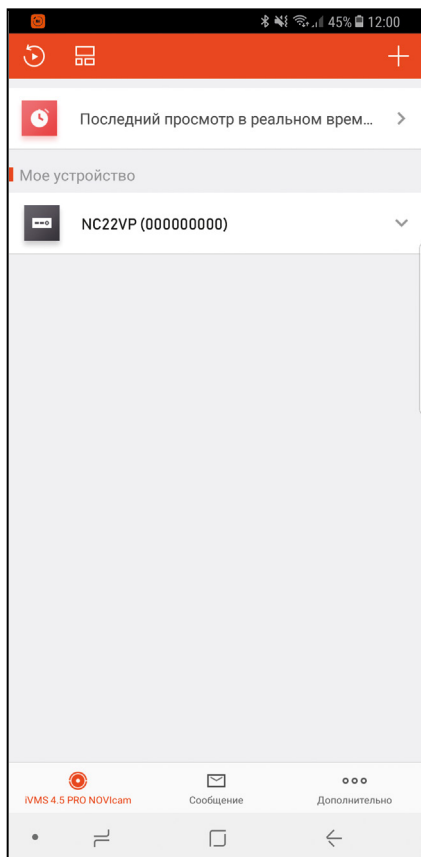

Рис. 37 Добавление устройства-3
- Для просмотра выберите добавленное устройство и начнется отображение в реальном времени. (Рис.37)